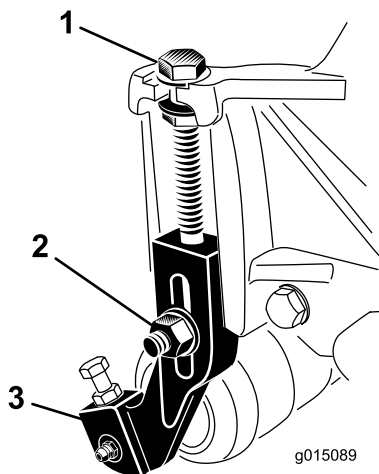

Figura 17
1. Slăbiți contrapiulițele care fixează consolele pentru înălțimea de tăiere de plăcile laterale ale unității de tăiere (Figura 17).